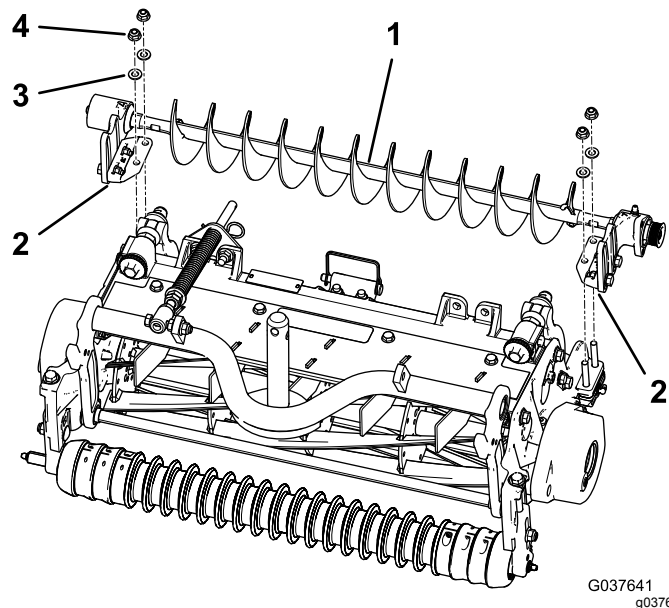

Рисунок 9
4. Установите монтажные кронштейны узла правой или левой щетки катка в сборе на болты кронштейна катка (Рисунок 9).